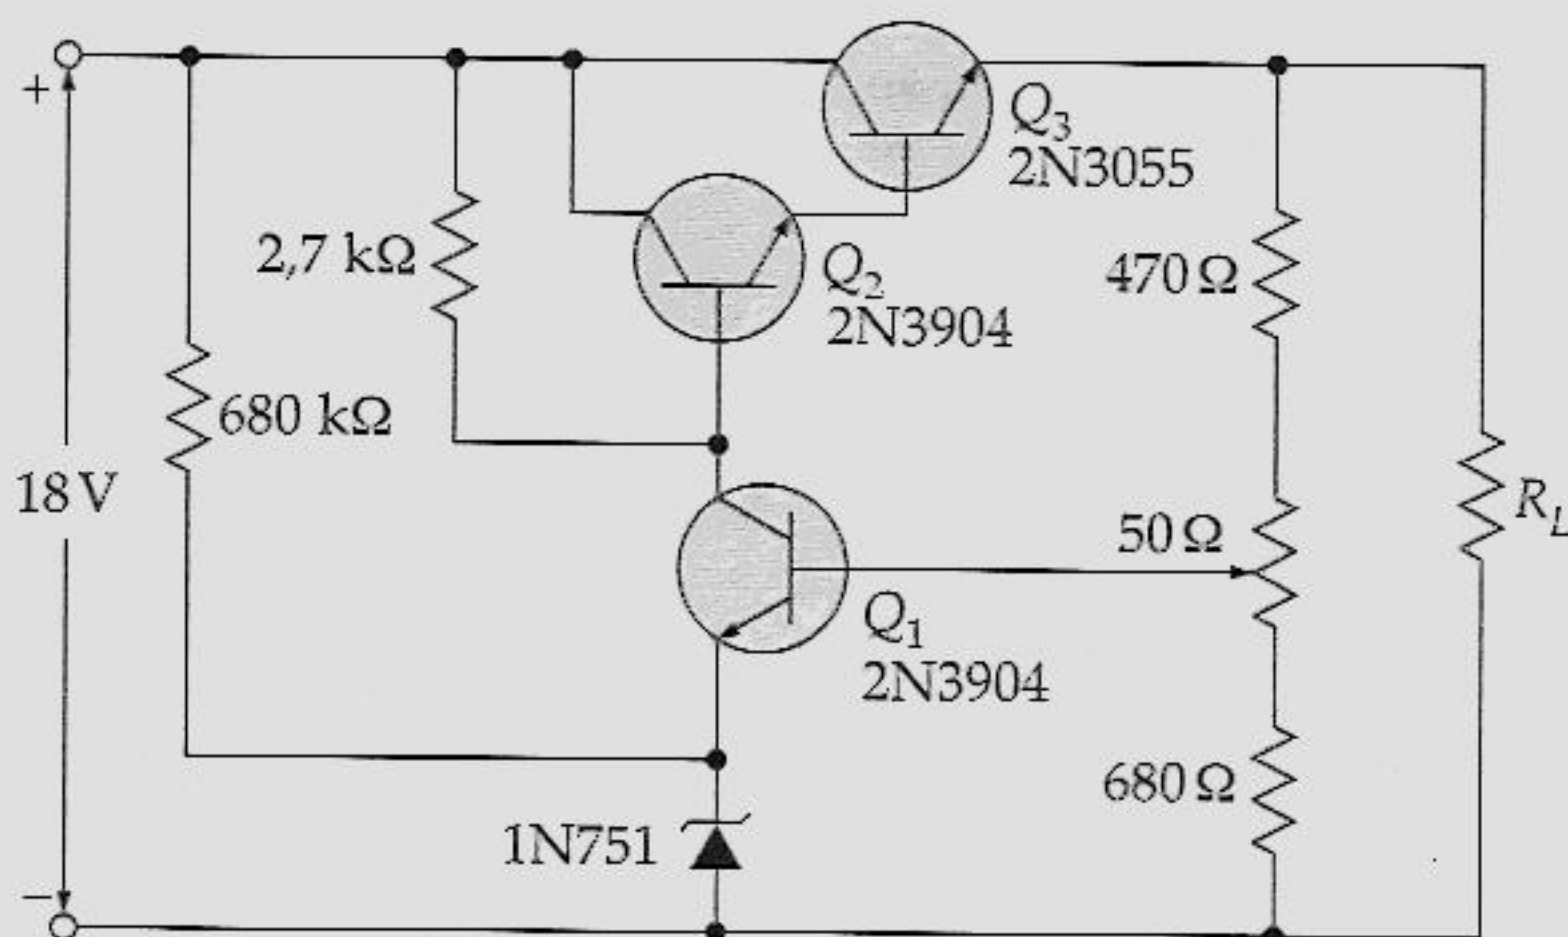

Figura 23.29
- 23.1 Qual a tensão regulada mínima de saída do circuito da Figura 23.29? E a máxima?
- 23.2 O cursor do potenciômetro está no centro de sua faixa no circuito da Figura 23.29, que possui uma resistência de carga de $7\ \Omega$. O 2N3055 possui um ganho cc de 60 e o 2N3904 possui um ganho cc de 200. Qual a corrente através do diodo Zener?
- 23.3 Calcule a dissipação de potência no 2N3055 do circuito da Figura 23.29 para o cursor do potenciômetro posicionado na extremidade superior e para uma resistência de carga de $10\ \Omega$.
23.20 No circuito da Figura 23.29, a tensão de saída aumenta, diminui ou permanece a mesma para cada um dos seguintes defeitos?